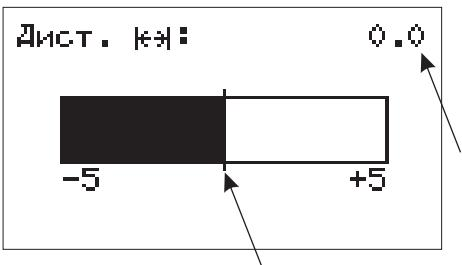

Рисунок 092
**8.4 Контроль трения (оциально)****(Рисунок 092)**